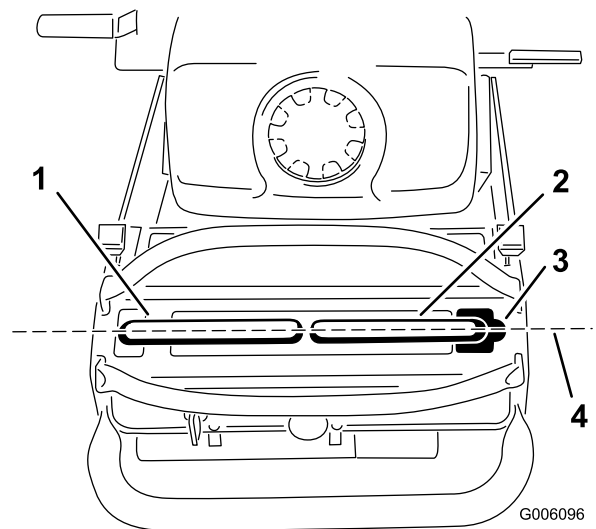

Figura 52
Importante: Compruebe el avance de la máquina después de ajustar las palancas de control de movimiento. Después de ajustar el avance, las palancas de control de movimiento pueden no quedar alineadas con precisión hacia adelante-atrás (Figura 52).
- Una vez ajustada la alineación horizontal, compruebe la alineación hacia adelante-atrás (Figura 52).